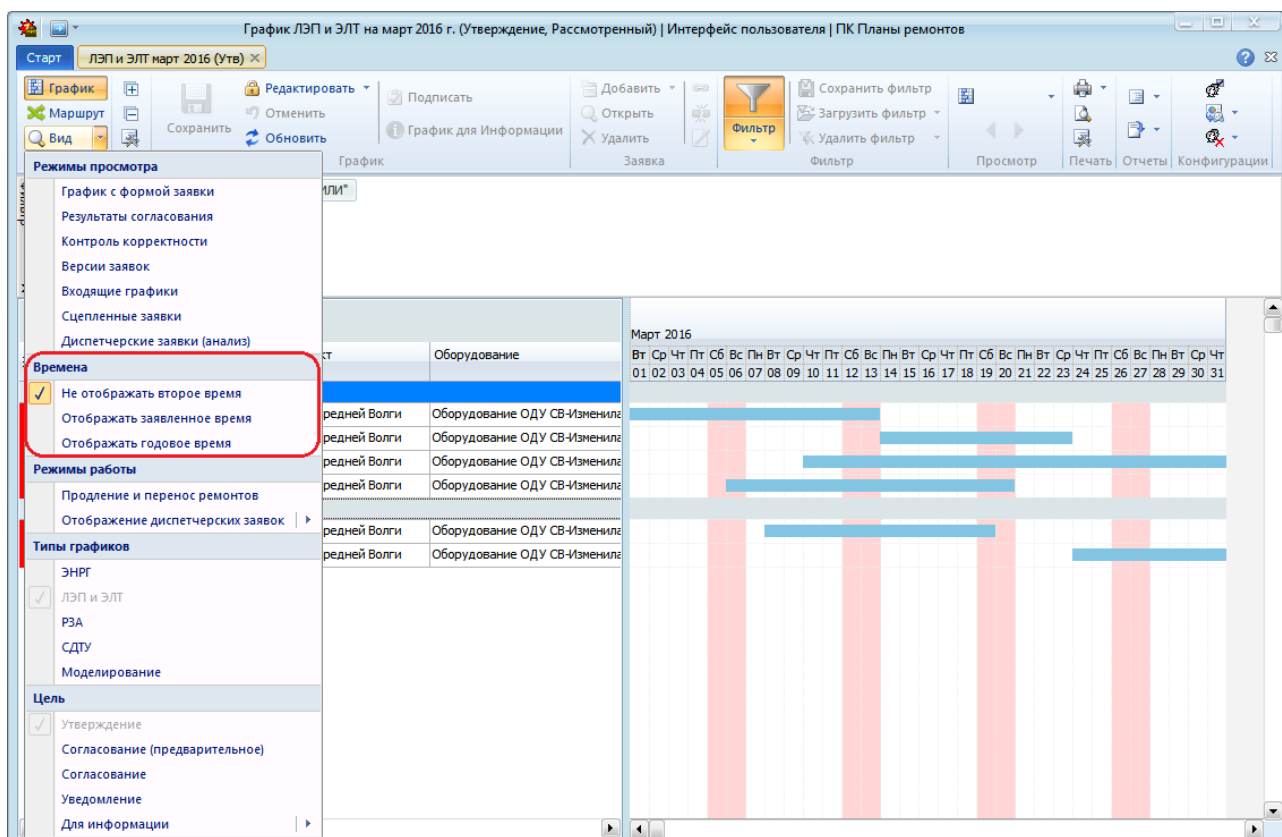
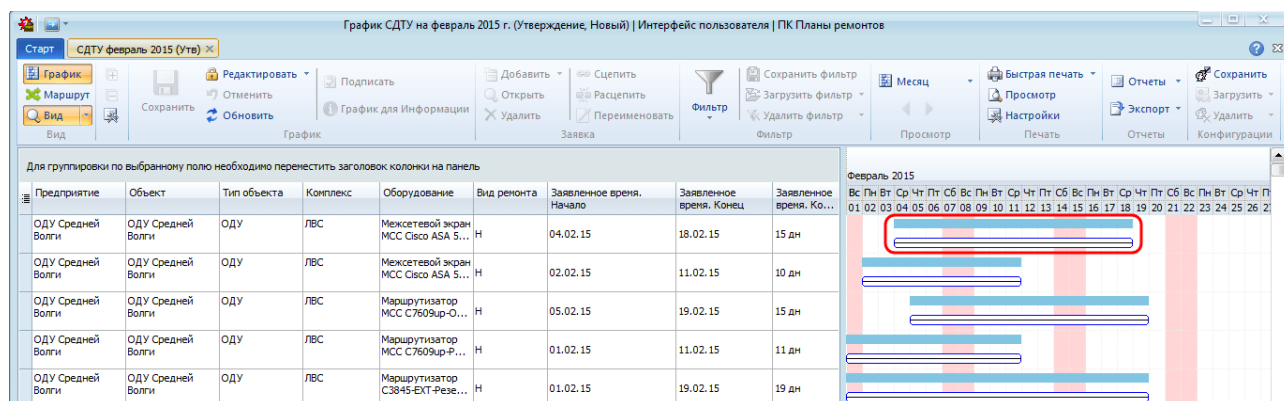
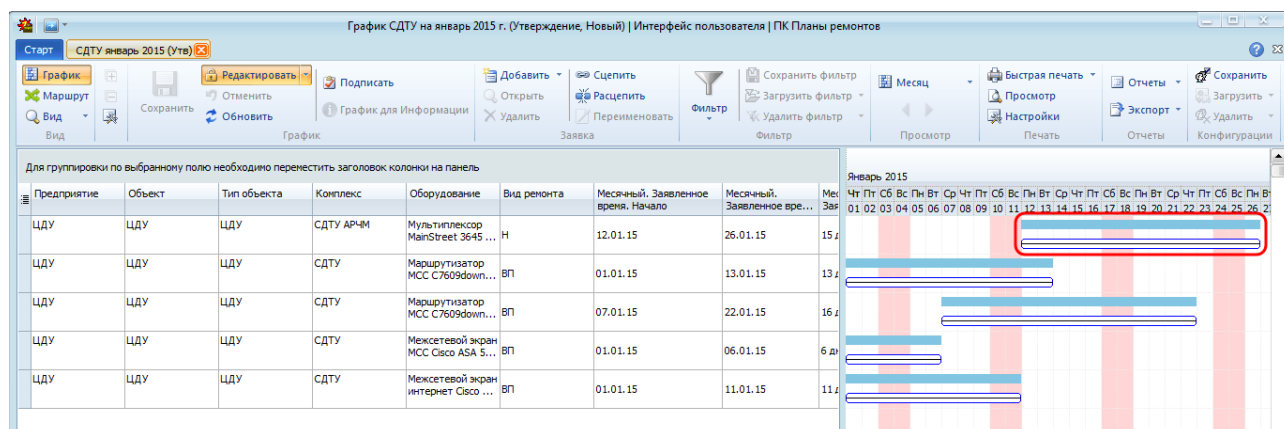

Рисунок 10.39 – Выбор режима отображения времени на диаграмме
Рисунок 10.40 – Режим отображения заявленного времени на диаграмме
Рисунок 10.41 – Режим отображения годового времени на диаграмме
Для сравнения времени ремонта с заявленным или годовым временем используется режим «Времена» (Рисунок 10.39).
- **«Отображать заявленное время»**. В данном режиме на диаграмме отображается заявленное время и время ремонта. Заявленное время отображается отрезком с узором «Зачеркнутый» (линия, проходящая через середину отрезка) (Рисунок 10.40). Включение режима осуществляется выбором пункта «Отображать заявленное время» из раскрывающегося списка по кнопке « Вид», отключение – выбором пункта «Не отображать второе время» (Рисунок 10.39). Данный режим недоступен для выбора в графике с типом «Моделирование».
- **«Отобразить годовое время».** В данном режиме на диаграмме отображается время ремонта текущего периода планирования и время ремонта из годового графика. Годовое время отображается отрезком с узором «Зачеркнутый» (линия, проходящая через середину отрезка) (Рисунок 10.41). Включение режима осуществляется выбором пункта «Отобразить годовое время» из раскрывающегося списка по кнопке « Вид», отключение – выбором пункта «Не отображать второе время» (Рисунок 10.39). Данный режим просмотра недоступен для выбора в графике с типом «Моделирование».